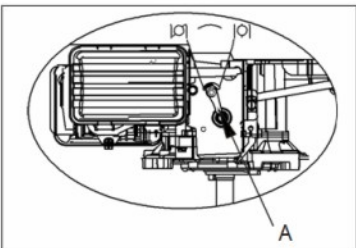

Fig. 2B A. Manette des gaz
b) Déplacez la manette des gaz sur la position du starter . (Figure 2B)